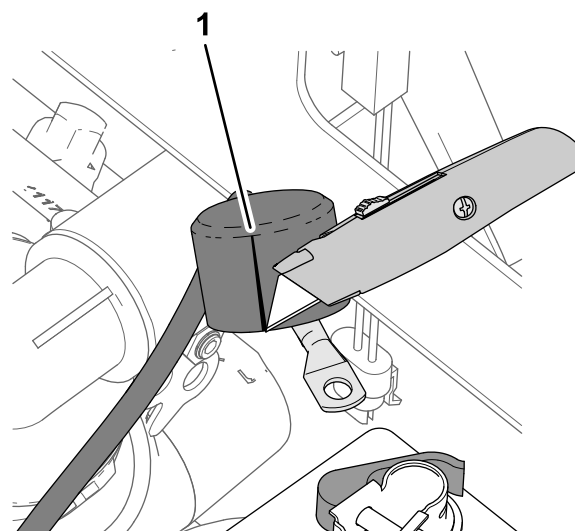

Рисунок 212
1. Сделайте надрез в изоляционном колпачке положительного кабеля аккумуляторной батареи, идущего к стартеру, как показано на Рисунок 212.